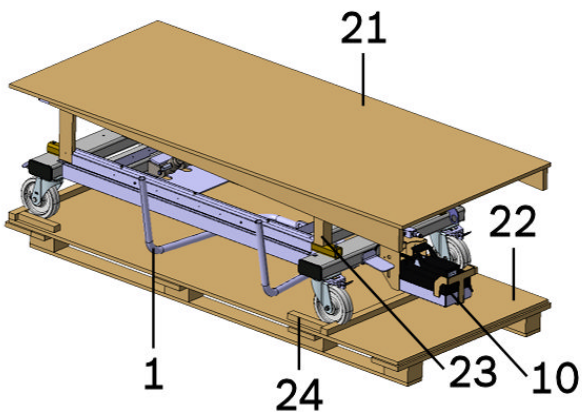

Рисунок 8: Ножничный подъемный стол на поддоне
1. Снимите деревянные колодки (24), расположенные перед самоустанавливающимися колесами (6) (см. Рисунок 8).
2. Чтобы разблокировать тормоз, нажмите на педаль тормоза (12).
3. Возьмитесь за ручку (1). Вдвоем с помощником медленно скатите ножничный подъемный стол по пандусу (21).
2. Удалите деревянные колышки (23) из ножничного подъемного стола (см. Рисунок 8).